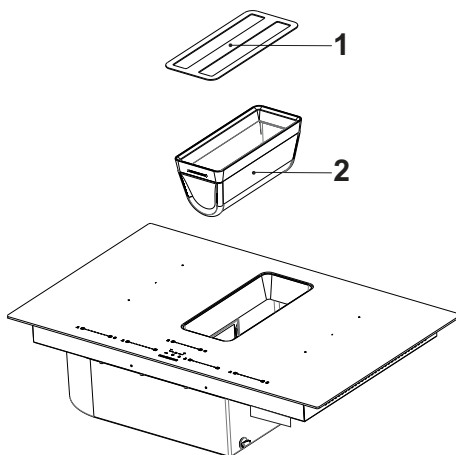

Abb. 70
1. Um den Metallfettfilter zu entnehmen, entfernen Sie zuerst die Randabsaugungsplatte (Abb. 70).